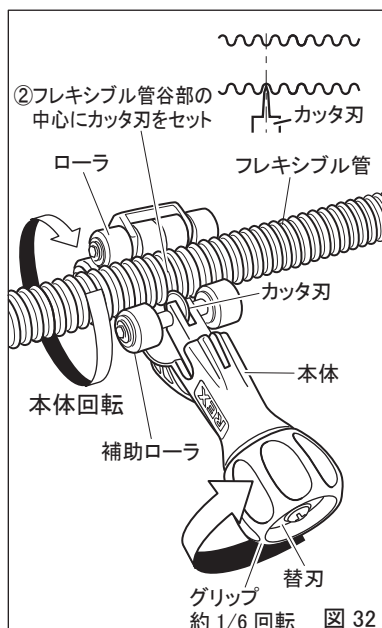
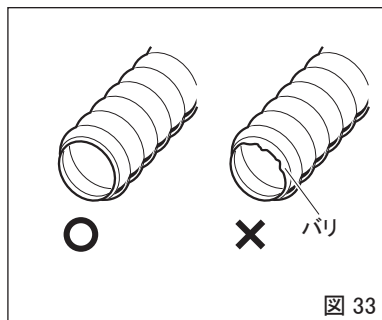

図 32
図 33
(2) 加工するパイプの切断 (図 32,33)
- ①グリップを左回転させ、切断するフレキシブル管に合わせてカッタ刃を後退させます。
- ②カッタ刃が、フレキシブル管の谷部(小径部)中央に当たるように、グリップを右回転させ、刃を送り込みます(図32)。
- ③フレキシブル管の谷部に当たったところからグリップを右に約1/6回転させ、刃を送り込み、本体を図に示す方向に2～3回転させます。
- ③以後同様の動作(グリップを右に約1/6回転後、本体を2～3回転)で、パイプを切断します。
- ④切断面の変形、バリがないことを確認してください。バリや変形があると正常なツバ出しが出来ず、水漏れの原因となります(図33)。